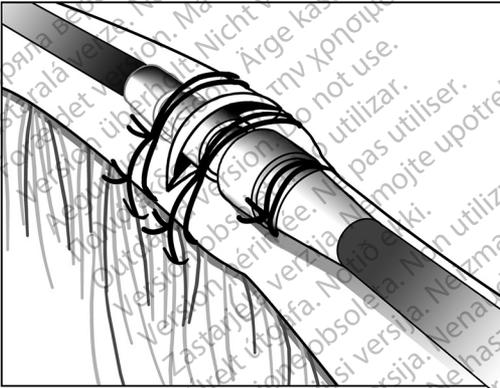

Abbildung 12. Beispiel einer Nahtmanschette, Implantation über eine Vene
3. Verwenden Sie dieselbe Rille, um die Elektrode und die Vene an der benachbarten Faszie (Abbildung 12 Beispiel einer Nahtmanschette, Implantation über eine Vene auf Seite 36) zu fixieren.